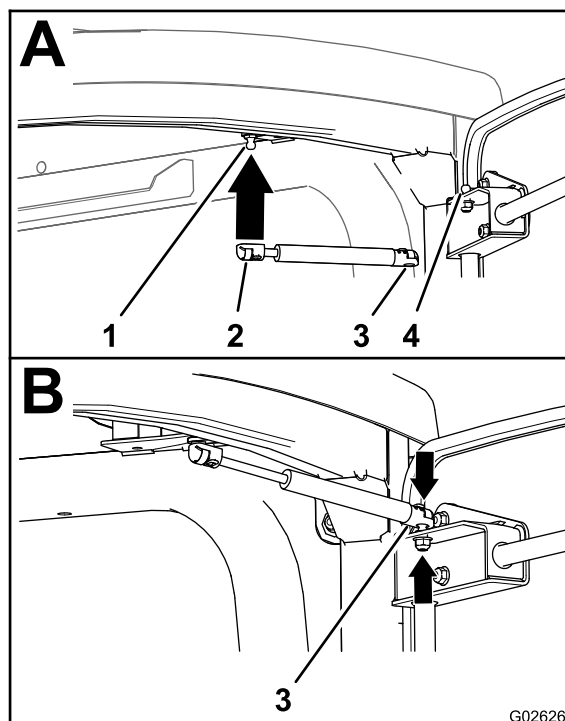

図 3
4. キャブフレームのボールスタッドのロッドの端部にフィッティングを取り付ける 図3。
5. シリンダ端部のフィッティングを、ドアフレームのボールスタッドに取り付ける 図3。